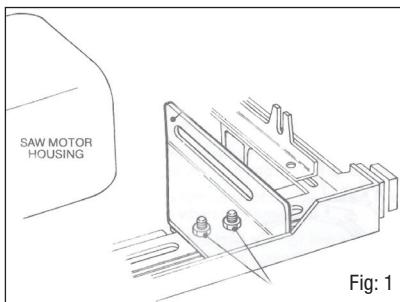

Fig: 1
1. Sans trop serrer, montez l'équerre de base (A) sur le châssis coulissant, comme il est illustré en Fig. 1, de sorte que sa partie verticale soit dans l'alignement du carter du moteur de la scie, ou à peine écarté de celui-ci.
2. Fixez-la au moyen de deux des boulons carrossiers de $\frac{1}{4}$ " x $\frac{1}{2}$ " (I), des rondelles à ressort (K) et des écrous de $\frac{1}{4}$ " (J), et serrez à la main uniquement.